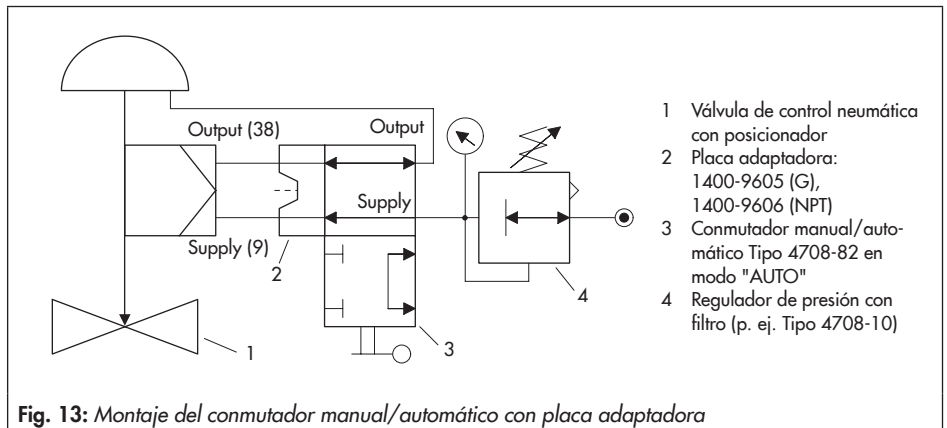

Fig. 13: Montaje del conmutador manual/automático con placa adaptadora
- Llevar a cabo el tubeado del posicionador y accionamiento neumático según Fig. 13.